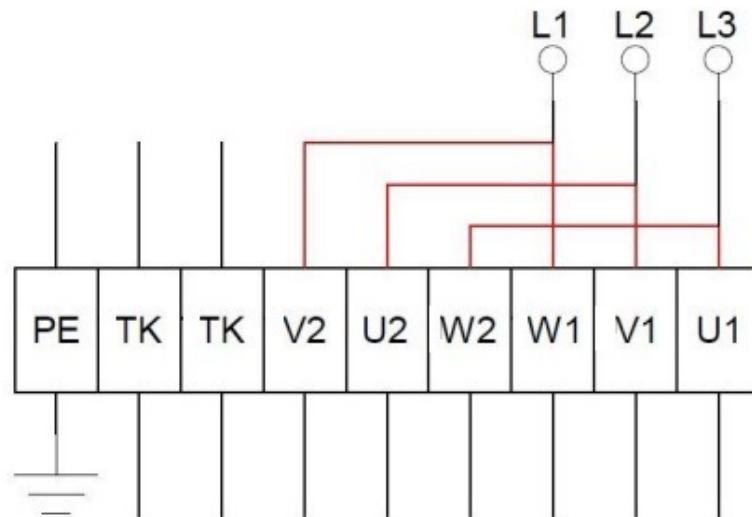

Figura 6 – Ligacāo triângulo e estrela
- Após abertura da caixa realizar a interligação de acordo com a Figura 6.